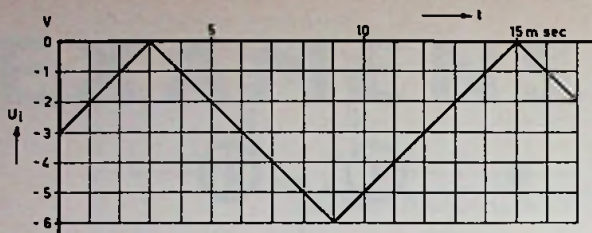
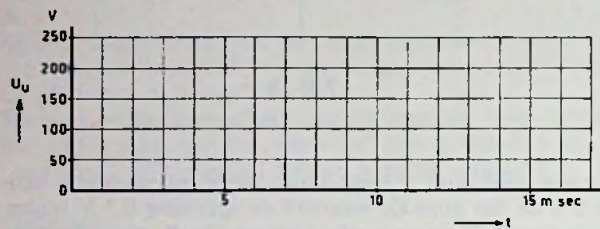

FIG. 8
FIG. 9
b. De ingangsspanning u_i verloopt als getekend in fig. 8. Teken in fig. 9 het verloop van de uitgangsspanning u_u als functie van de tijd.